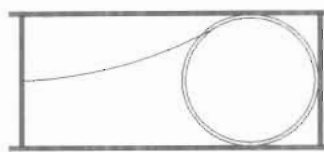

图 5-89
(3) 单击“绘图”工具栏中的“圆弧”按钮, 捕捉左侧线段的中点为起点, 捕捉圆形上的切点为端点绘制一段圆弧, 如图 5-89 所示。